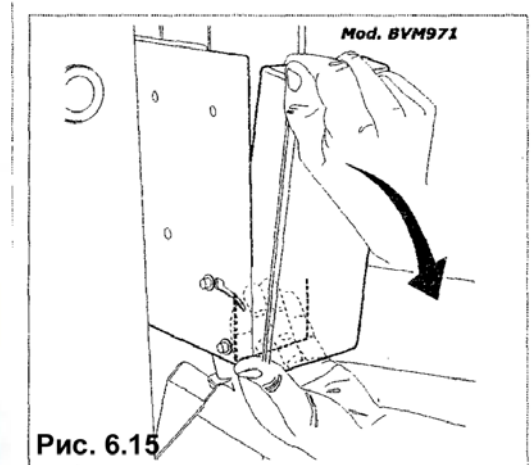
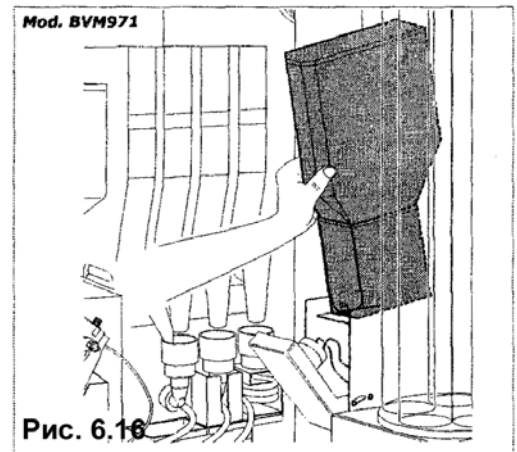

Рис. 6.15
Рис. 6.16
- Извлеките блок поставки сахара, освободив его редукторный двигатель (рис. 6.15 и рис. 6.16).